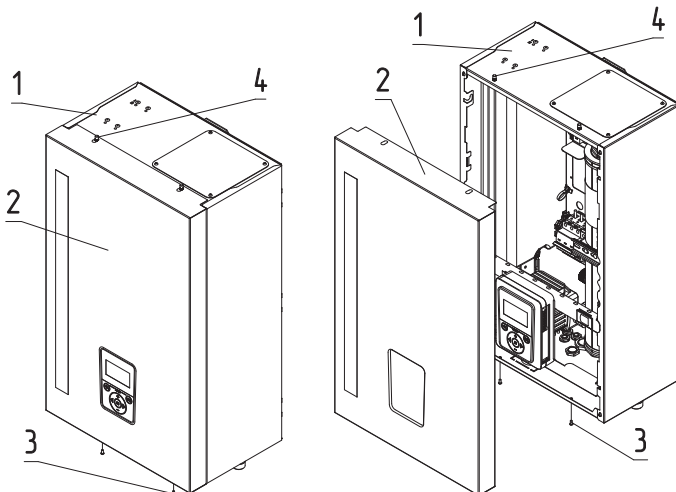

Рис. 12 Снятие кожуха
- Выкрутить болты крепления (Рис. 12, поз. 3);
- Переместить кожух вверх, сняв с зацепов (Рис. 12, поз. 4);